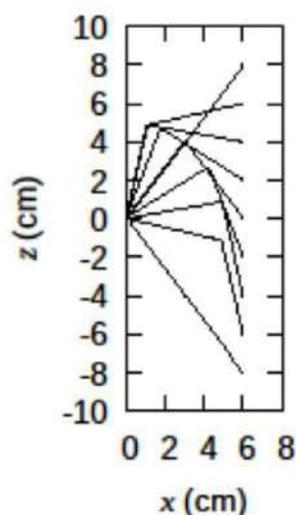
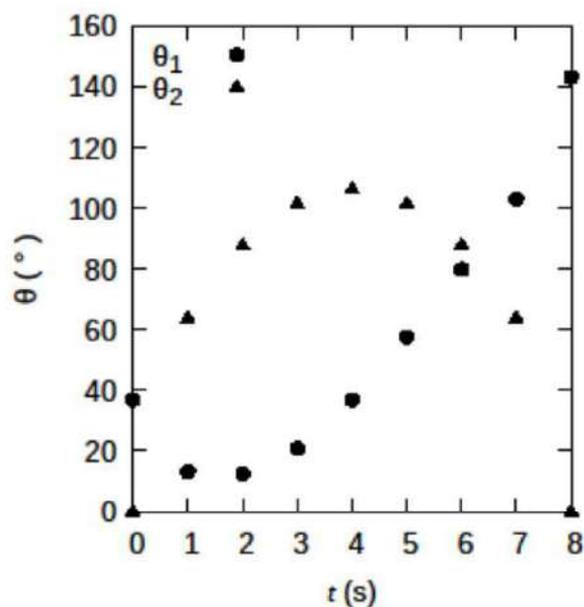

Fig. 2 Configuration of a robot arm
Fig. 3 Angular displacements as a function of time
とリンク 2 の位置と姿勢を Fig. 2 に示す. 2 リンクロボットアームが 2 通りの姿勢をとれる場合には, 回転角 θ_2 が正となる姿勢を選択するものとする. 時刻 t におけるリンク 1 と 2 の回転角 θ_1 , 回転角 θ_2 を Fig. 3 に示す. この 2 リンクロボットアームの先端点 P_2 が $(0, 8, 2)$, $(1, 6, 2)$, $(2, 4, 2)$, $(3, 2, 2)$, $(4, 0, 2)$, $(5, -2, 2)$, $(6, -4, 2)$, $(7, -6, 2)$, $(8, -8, 2)$ と移動するとき, リンク 1 とリンク 2 の位置と姿勢を定規とコンパスを用いて実寸大で描け (1 cm の長さのものは 1 cm の長さにして描く). なお作図に使用した補助線は消さずに残しておく. 分度器を用いて回転角 θ_1 と回転角 θ_2 を計測せよ. 1/10 度の精度で測定し, 1/10 の桁を四捨五入した値を計測値とせよ. 例えば, 分度器を用いて 5.8 度と測定された場合には 6 度を計測値とする. 時刻 t を横軸, 回転角度を縦軸にとった図の中に計測した回転角 θ_1 と回転角 θ_2 を記入せよ.
- 1) 横軸と縦軸のなす角は 90 度とし, 横軸と縦軸にラベルと単位をつける. Fig. 3 では横軸に $t(s)$, 縦軸に角 $\theta (^{\circ})$ をつけている.
- 2) 軸に適切な間隔で目盛りをつける. Fig. 3 では, 時刻は 1 秒間隔, 角度は 20 度間隔にとっている.
- 3) ひとつの図に複数の項目の線, 点を記入する場合には, それぞれについての凡例をつける. Fig. 3 では回転角 θ_1 を●, 回転角 θ_2 を▲とし区別をしている.
- 4) キャプション (図の題目) を図の下につける. Fig. 2 では, Fig. 2 Configuration of a robot arm という題目をつけている. なお題目は日本語でよい (例えば, 図 2 ロボットアームの位置